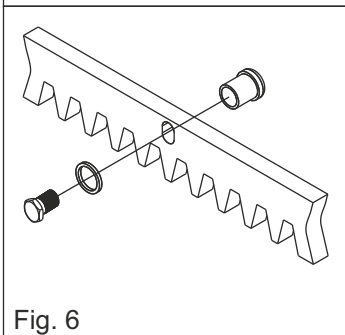

Fig. 6
- 5.2.** Fijar los trinquetes de soporte a cada elemento de la cremallera mediante los relativos tornillos de bloqueo, cuidando de colocarlos en la parte superior del agujero (Fig. 6)